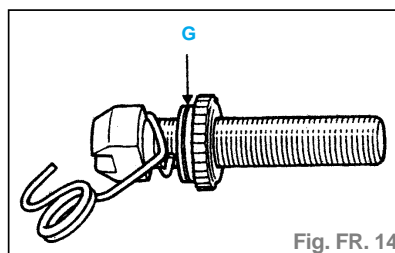

Fig. FR. 14
- Déposer le ressort (4) et le levier de frein à main.
- La vis a un pas à gauche, l'écrou cranté a une gorge (G), l'épingle est non peinte (fig. FR. 14).
- La vis a un pas à droite, l'écrou cranté est sans gorge, l'épingle a des traces de peinture (fig. FR. 14).